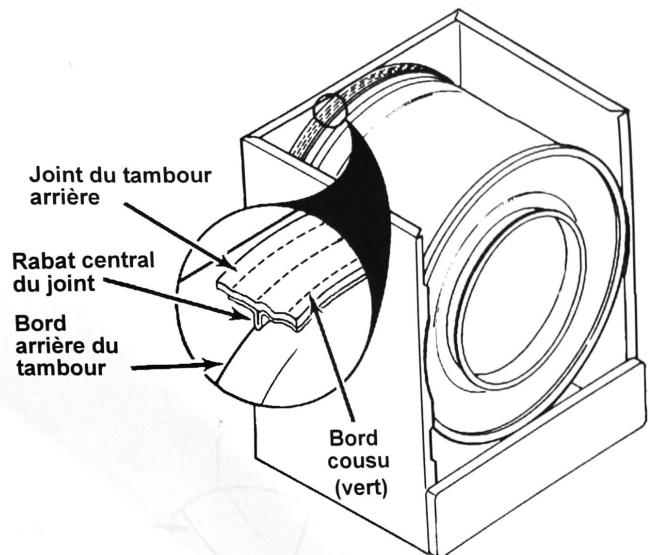

Figure 1
4. Poser le joint neuf en orientant le bord cousu (vert) vers l'avant du tambour. Voir la Figure 1.
5. Lever le joint pour le positionner avec le rabat central du joint contre le bord arrière du tambour. Voir la Figure 1.